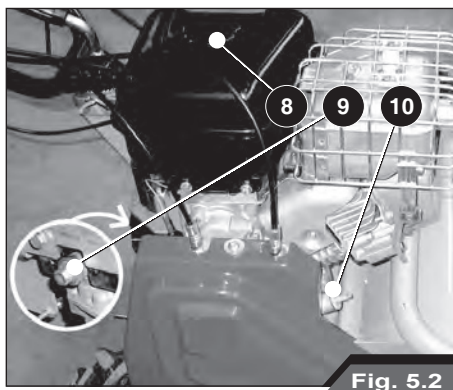

Fig. 5.2
- Przesunąć pokrętkę sterowania gazem (5) do połowy (Rys. 5.2).